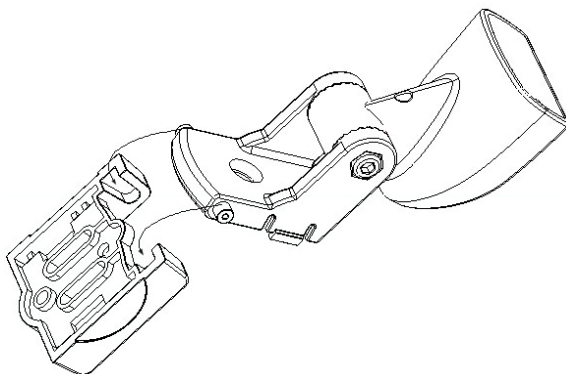

Рисунок 4
- d) Приложите крепёжную раму к шаблону (Рисунок 4).